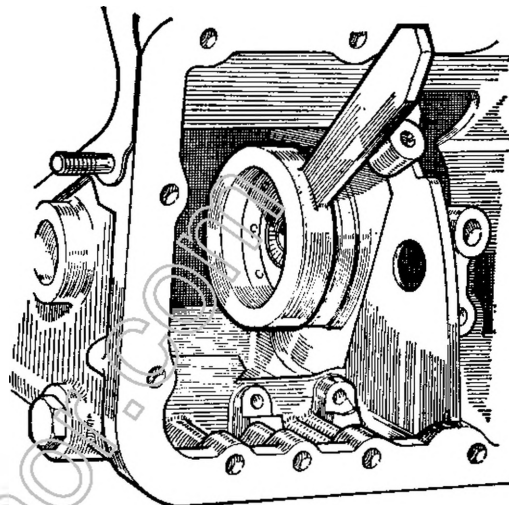
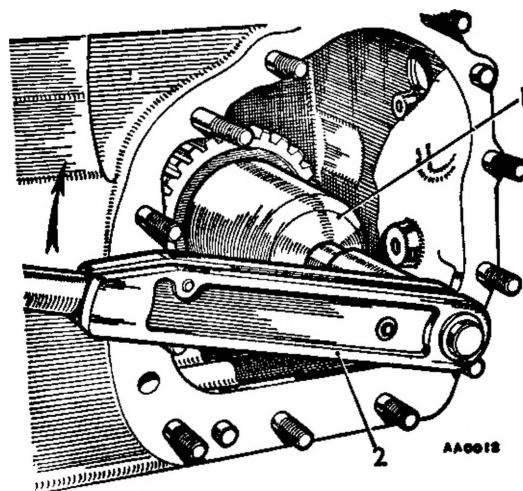

Fig. Fa. 17
Fig. Fa. 18
27. Servirsi dell'attrezzo 18G 1095 per tenere ferme le scanalature della frizione della 4a e della retromarcia (vedi figura Fa. 17 alla pagina precedente) e poi serrare il dado del mozzo della frizione in avanti con l'attrezzo 18G 1096 e 18G 592 (vedi figura Fa. 18 alla pagina precedente) in base alla coppia riportata nelle "CARATTERISTICHE PRINCIPALI".